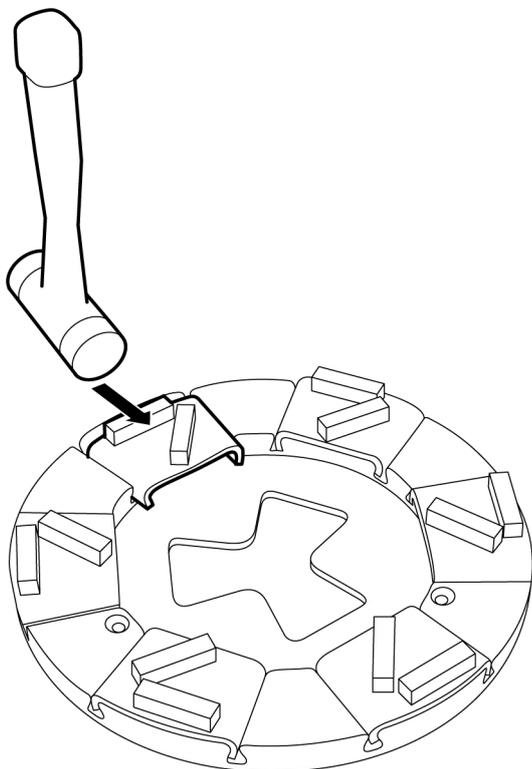

Figure 4-5. Dégager l'outil de ponçage
1. Libérez l'outil de ponçage en frappant légèrement dessus avec un maillet en caoutchouc de manière à faire lâcher la retenue, voir *Figure 4-5, page 17*. Dégagez ensuite l'outil de la rainure de guidage.